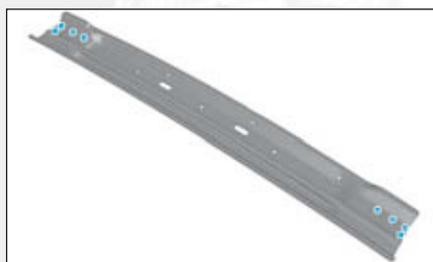

FIG.141
- Tracer puis percer au Ø 6,5 mm pour soudage ultérieur par points bouchons MAG (Fig.141).